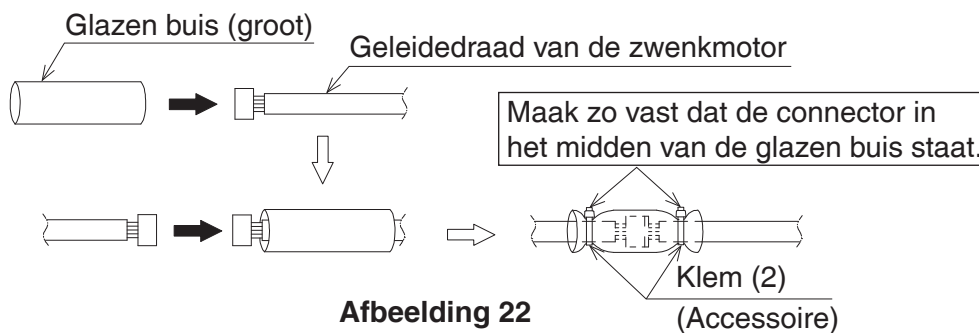

Afbeelding 20
5. Zet relaisbomen (3) en de signaalkabel (grijs) vast aan bevestigingsdeel C binnen de bedieningskast van de binneneenheid met gebruik van klemmen (2). (Raadpleeg **Afbeelding 20.**)